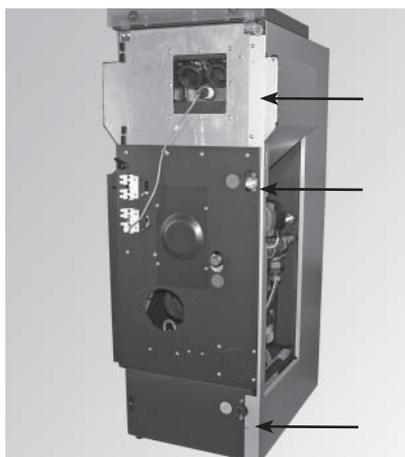

Fig. 25 Fissare la parete laterale dietro 3 volte
- Fissare la "lamiera di copertura davanti" (parte 3) con 2 viti alla parete laterale – fig. 25